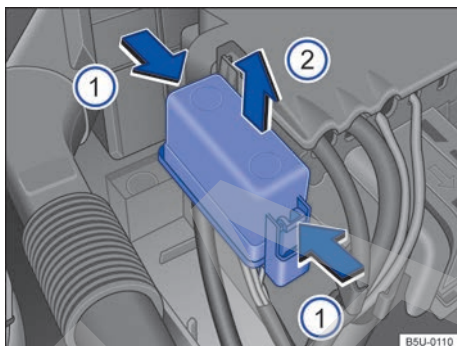

Fig. 163 En el compartimento del motor: cobertura de la caja de fusibles.
- Presionar las trabas en el sentido de la flecha \Rightarrow fig. 163 ①, para desbloquear la cobertura de la caja de fusibles.
- Remover la cobertura por arriba, en el sentido de la flecha ②.
- Para la **instalación**, colocar la cobertura sobre la caja de fusibles. Presionar la cobertura hacia abajo, en el sentido contrario de la flecha ②, hasta que trabe de forma audible.